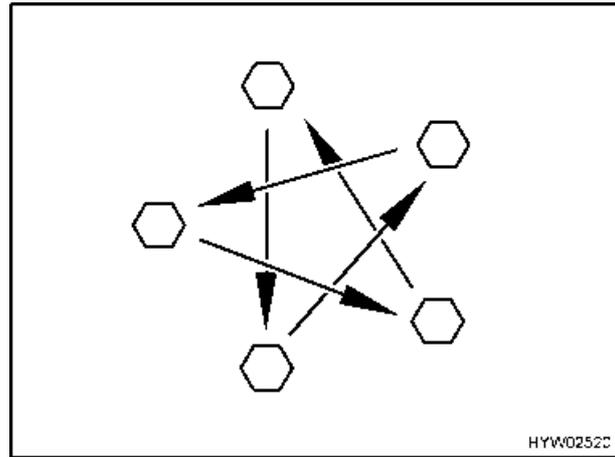

Fig. 72 Serrare a croce i dadi o i bulloni delle ruote
- Controllare regolarmente il serraggio dei dadi o dei bulloni. Regolare a croce (Fig. 72) il serraggio dei dadi o dei bulloni di una ruota sostituita dopo circa 50 km. Per il valore della coppia di serraggio consultare il paragrafo Coppia di serraggio.
- ▷ Serrare a croce i dadi o i bulloni delle ruote (Fig. 72). Per il valore della coppia di serraggio consultare il paragrafo Coppia di serraggio.